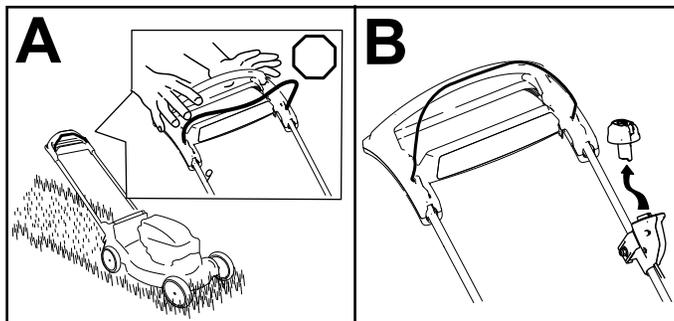

Рисунок 16
1. Отпустите штангу управления ножом (вид А на Рисунок 16).
2. Выньте кнопку электрического запуска из переключателя электрического запуска (вид В на Рисунок 16).